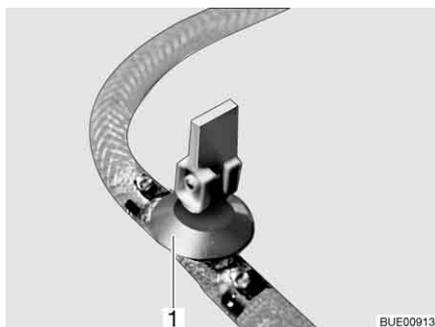
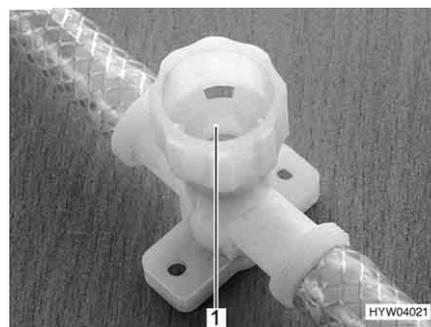

Fig. 156 Rubinetto di scarico (con leva a bilancere)
Fig. 157 Rubinetto di scarico (con tappo a vite)
- Chiudere tutti i rubinetti di scarico. Mettere la leva a bilanciere del rubinetto di scarico (Fig. 156,1) orizzontale o chiudere il coperchio del rubinetto di scarico (Fig. 157,1) in senso orario.